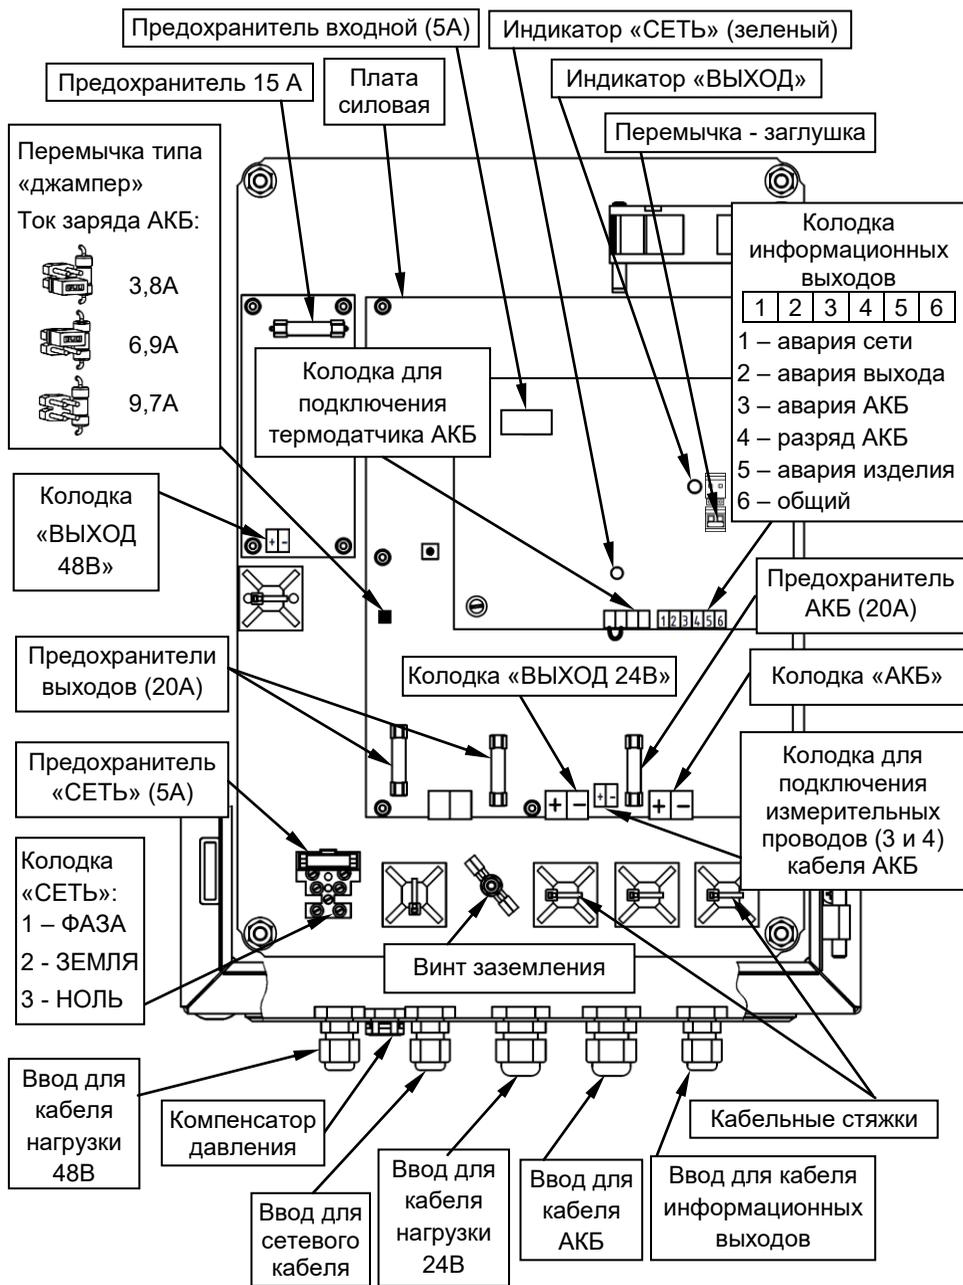

Рисунок 2 - вид изделия с открытой дверцей
Подвод проводов сетевого питания, выходной нагрузки и АКБ осуществляется через герметичные кабельные вводы, установленные на нижней стенке корпуса (см. рисунок 2). При открытой дверце осуществляется доступ к печатным платам изделия и расположенными на них предохранителям, перемычкам, клеммным колодкам и индикаторам «СЕТЬ» (зеленого цвета) и «ВЫХОД 24В» (красного цвета).
Изделие обеспечивает ограничение тока заряда АКБ. Выбор одного из трех значений ограничения тока заряда АКБ осуществляется установкой/удалением соответствующей перемычки типа «джампер» (см. рисунок 2) в соответствии с рекомендациями таблицы 2.
Схемой источника предусмотрен разъем, контакты которого замкнуты предустановленной перемычкой-заглушкой (заводская установка). Разъем расположен на плате управления (см. рисунок 2) и предназначен для подключения внешнего управляющего контакта «ВЫХОД» (например: контакт внешнего реле, кнопки или тумблера).
Подключение внешних цепей к изделию в соответствии с назначением клемм подключения (см рисунок 2) следует выполнять в следующей последовательности:
- провод заземления подключить к клемме 2 (ЗЕМЛЯ) на колодке «СЕТЬ» (см. рисунок 2);
- установить перемычками требуемое значение ограничения тока заряда АКБ (см. рисунок 2 и таблицу 2);
- проверить наличие и исправность предохранителей, расположенных на плате силовой и плате управления (см. рисунок 2);
- подключить с соблюдением полярности к клеммам колодок «ВЫХОД 24В» и «ВЫХОД 48В» кабели питания нагрузок (см. рисунок 2);